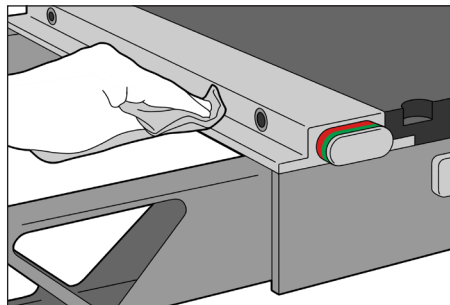

Рис. 2
2. Витріть ворсинки та сміття з зовнішньої сторони фіксатора. (Рис. 2)